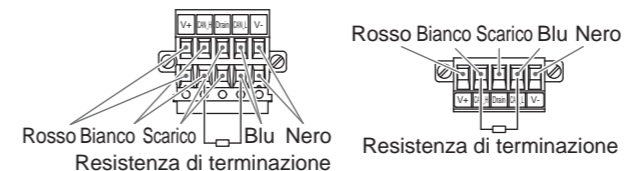

Figura 2
(2) Su entrambe le estremità del segmento del bus DeviceNet™ è richiesta una terminazione del bus come mostrato nella Figura 2. La specifica della resistenza terminale è $121\Omega \pm 1\%$.